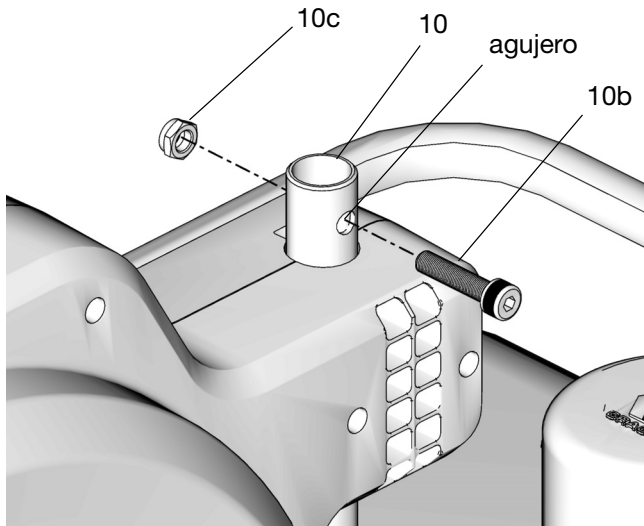

FIG. 18
4. Ponga el tornillo (10b) a través del agujero en el soporte del carrete (10) y fíjelo en su lugar con la tuerca (10c) para sujetar firmemente el carrete de manguera en su lugar (FIG. 18).